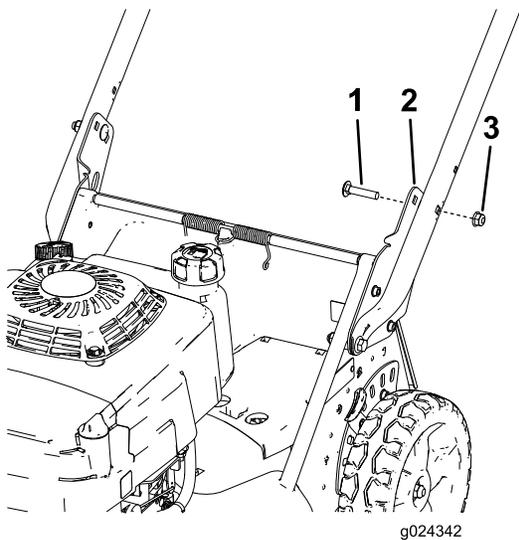

Рисунок 6
- Прикрепите рукоятку к кронштейнам рукоятки на необходимой высоте при помощи двух каретных болтов (5/16 x 1-1/2 дюйма) и двух фланцевых гаек (5/16 дюйма), как показано на Рисунок 6.